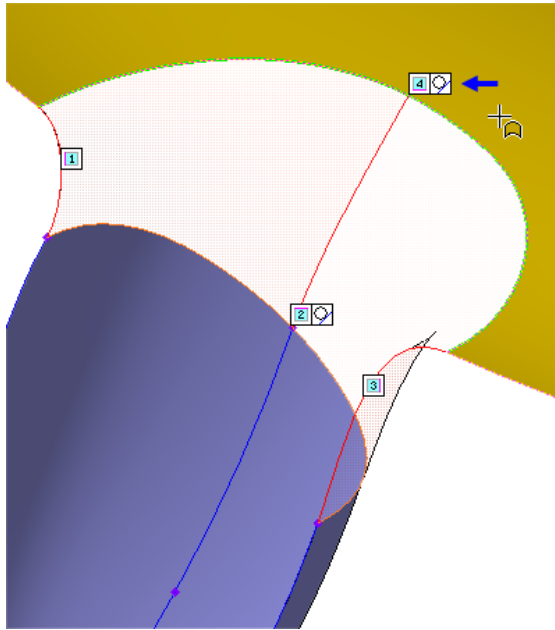

Рисунок 69
- Задайте то же самое условие сопряжения для границы 4 с поверхностью Корпуса (рис.69).